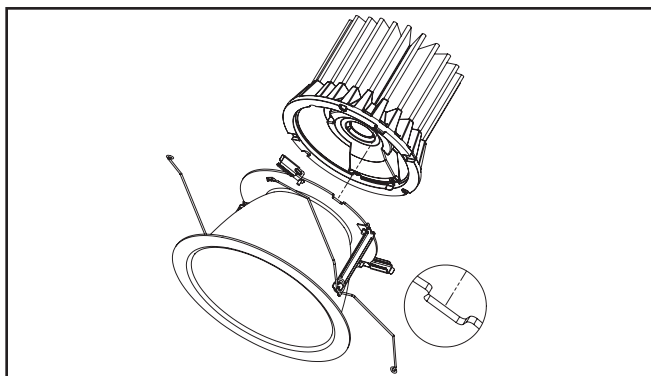

Figure 5.
- Insérez le moteur lumineux à DEL sur l'assemblage de la garniture. Alignez la languette sur le moteur lumineux à DEL sur l'assemblage de la garniture (Figure 5).